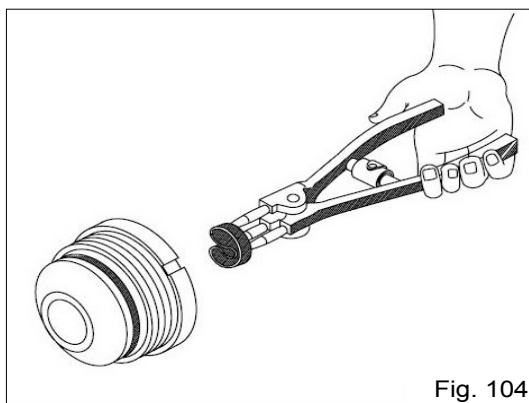

Fig. 104
c) A seguir coloque o raspador e o anel o´ring manualmente (Fig. 104).